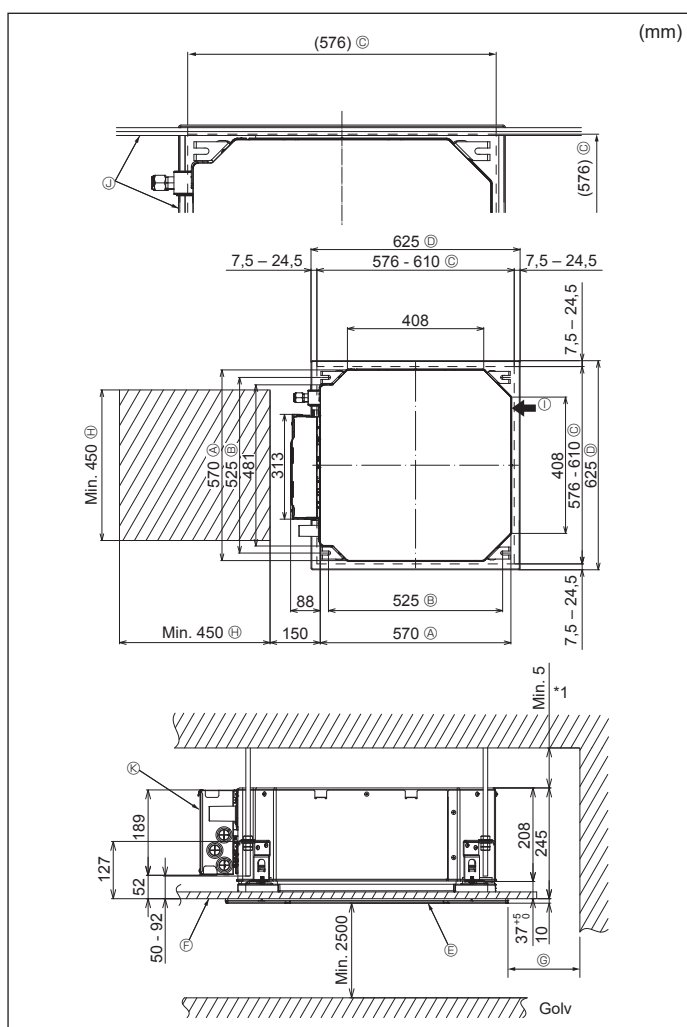

Fig. 4-2
4.2. Placering av taköppningar och upphängningsbultar (Fig. 4-2)